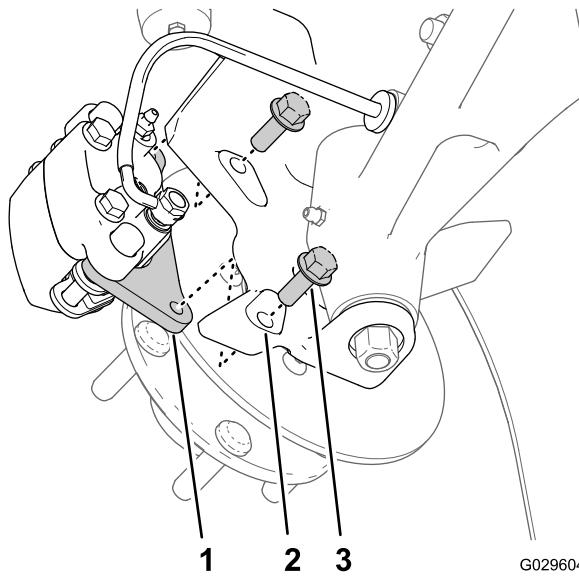
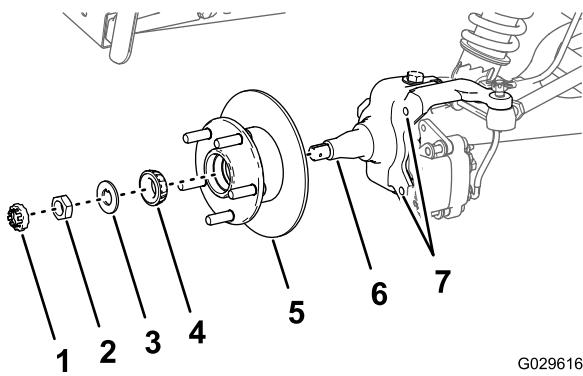

Figura 31
Figura 35
3. Retire los pernos con arandela prensada (3/8" x 1") que sujetan el soporte del conjunto de freno al eje, y separe el freno del eje (Figura 31).
- Aplique una ligera capa de grasa del tipo especificado en el eje (Figura 35).
2. Monte el cubo y el rotor en el eje con el rotor hacia dentro (Figura 35).
3. Monte el cojinete exterior en el eje y acople el cojinete al anillo de rodadura exterior (Figura 35).
4. Monte la arandela con pestaña en el eje (Figura 35).
5. Enrosque la tuerca en el eje, y apriete la tuerca mientras gira el cubo (Figura 35).
2. Alinee las pastillas de freno en cada lado del rotor (Figura 31) y los taladros del soporte de la pinza con los taladros de montaje del freno de la mangueta (Figura 35).
3. Monte el soporte de la pinza en la mangueta (Figura 31) con los 2 pernos con arandela prensada (3/8" x 1"), y apriete los pernos a 47–54 N·cm.